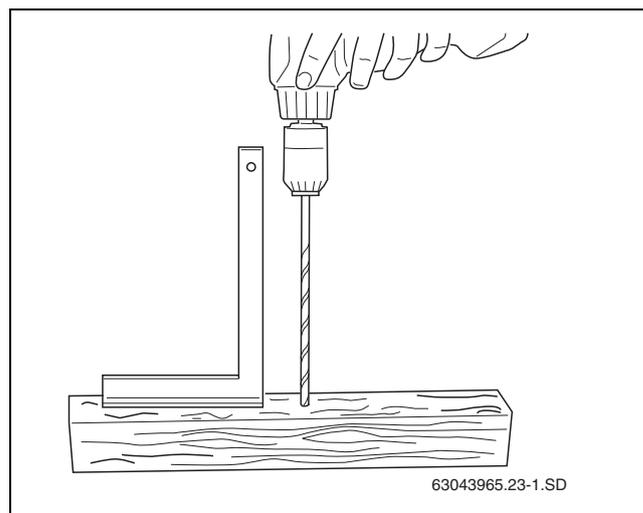

Fig. 21 Realizzare uno stampato per la foratura
- Procurarsi un legno squadrato di circa 0,50 m – 1,00 m di lunghezza. Eseguire un foro passante (Ø 6 mm) verticalmente nel legno squadrato (Fig. 21).